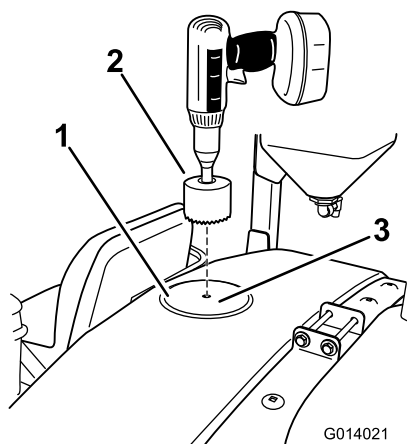

Figura 20
1. Localize o local frontal na parte superior do depósito como se mostra em Figura 20. Localize a marca de perfuração no centro do círculo moldado.
2. Utilize uma broca de ~9 cm para fazer um furo na marca de perfuração (Figura 20). O furo tem de ser ligeiramente aumentado em diâmetro para acomodar o anteparo.